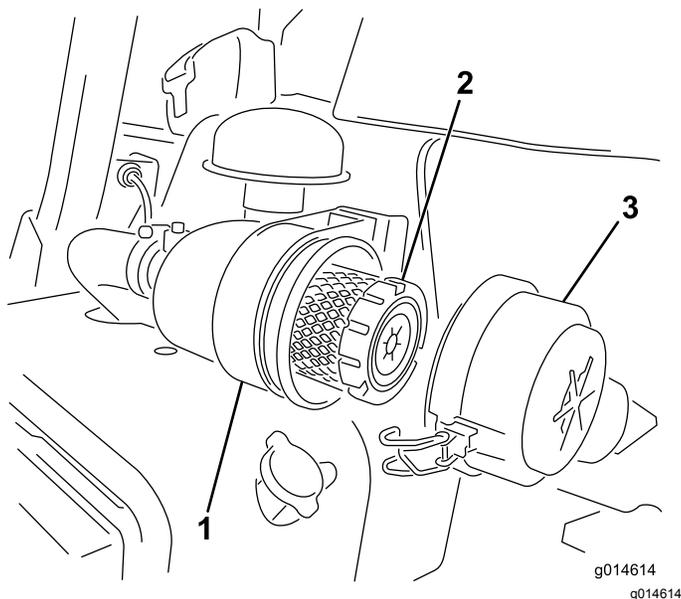

Figure 38
1. Desserrez les attaches qui fixent le couvercle sur le boîtier du filtre à air (Figure 38).
7. Fermez les verrous (Figure 38).